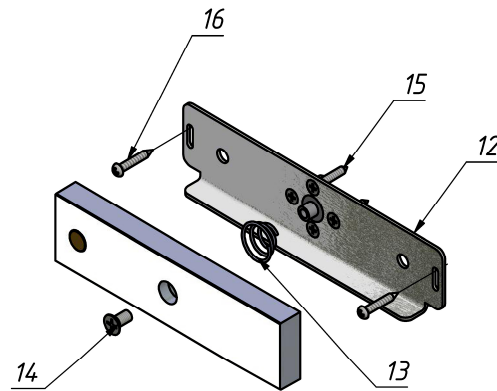
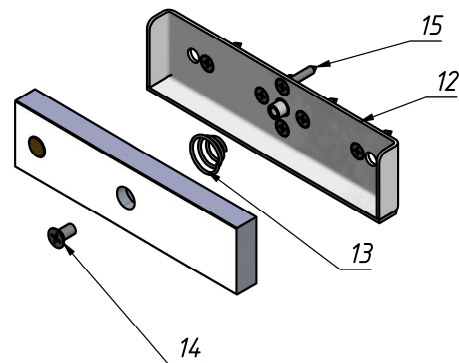
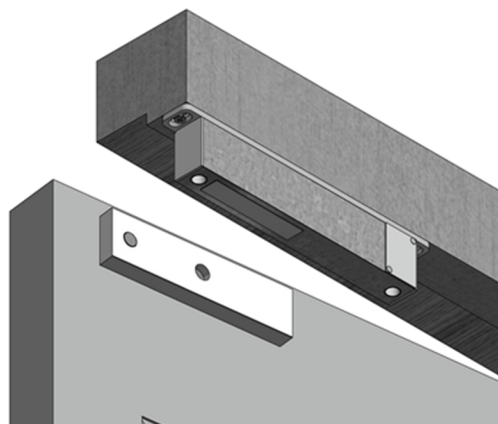

Рисунок 2 - Комплект крепления якоря 350P
Рисунок 3 - Комплект крепления якоря 400P
Рисунок 9
- комплект крепления якоря 350P (рисунок 2) или 400P (рисунок 3):
- пластина крепления якоря (12) - 1 шт.
- пружина коническая (13) - 1 шт.
- винт М6x12 или М6x15 (14) - 1 шт.
- саморезы 4,2x25 (15) - 4 (6) шт.
- саморезы 4x25 (16) - 2 шт.
- пластина 400FB-DP узкая для крепления корпуса замка на узкую дверную коробку (рисунок 9);
5.2 Корпусная часть замка размещается в верхней части дверной коробки в двух возможных положениях в зависимости от ширины дверной коробки (рисунки 7,8). Для узкой дверной коробки применяется **пластина 400FB-DP узкая**, поставляемая по отдельному заказу (рисунок 9).